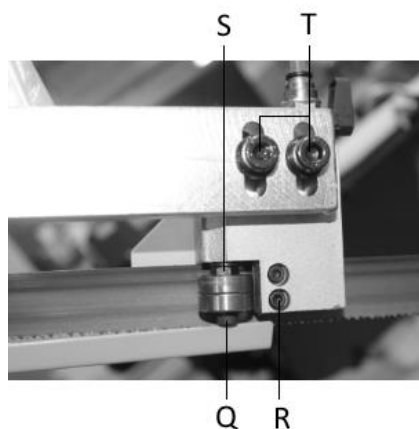

Рис.9
Отключите станок от источника питания. Ослабьте винты (Т, рис.9) и отрегулируйте направляющую таким образом, чтобы полотно было расположено с вертикальным зазором 0,1 мм. Затяните винты (Т). Ослабьте фиксирующие винты (Q) и отрегулируйте эксцентриковые втулки (S) таким образом, чтобы расстояние от полотна до ролика было 0,05 мм, а полотно находилось вплотную к неподвижному сухарю, рис. 9. Затяните фиксирующие винты (Q).